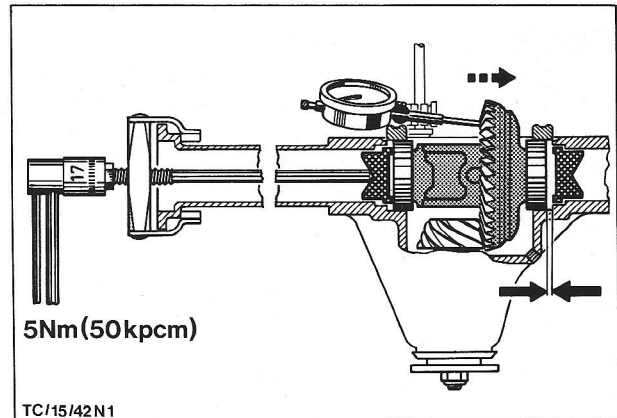

Fig.61 Het satellietenhuis met een spindel van het pignon afpersen.
48. Pers het satellietenhuis van de pignonas af door het spindel met een aantrekkoppel van 5 Nm (50 kg.cm) (43.4 lb.in.) vast te draaien (fig.61).